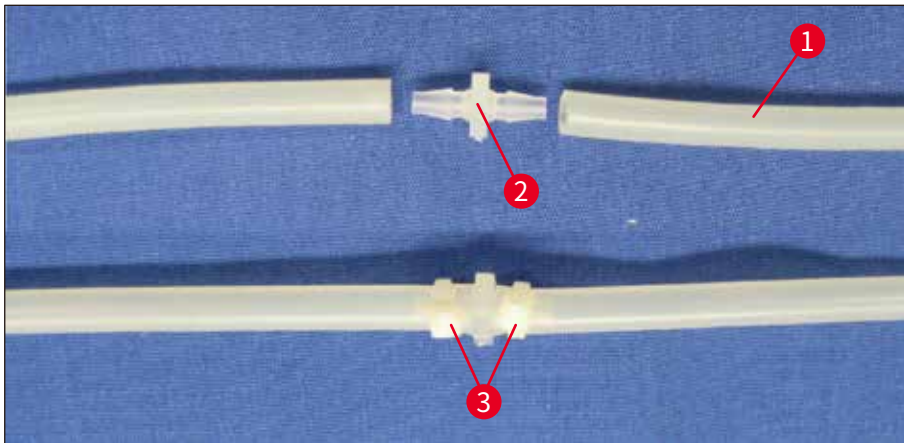

图 25
6. 将标记 1 (→ 图 21-3) 与接头 (→ 图 21-2) 末端对准, 然后再作一个标记 2 (→ 图 21-4), 以指示接头侧表面 (图 25)。